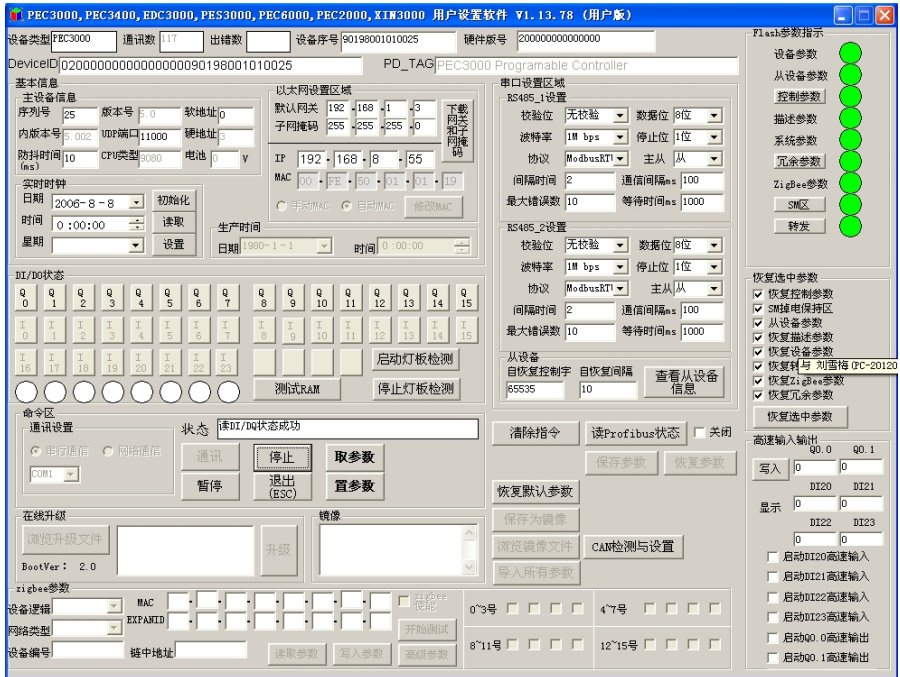

图 6-1-2 PEC3000 用户设置软件
(2) 启动设置软件: 启动 PEC3000 用户设置软件,进入如图 6-1-2 所示界面,单击“通信”按钮。设置软件连接控制器,读取控制器系统参数,进入参数设置状态。
(3) 参数设置: 点击“取参数”按钮,将控制器现在运行的参数显示在软件界面上。“置参数”按钮则将软件界面中的已经修改的参数下载至控制器中,完成对控制器系统参数的设置。“恢复默认参数”是将控制器的所有参数恢复至出厂的设置。
(4) 查看状态参数：设备状态参数包括硬地址信息，电池信息，温度补偿，软件版本号等。
(5) 退出设置模式：设置完成后，取消短接线，并重新上电，控制器退出设置模式，进入正常工作状态。